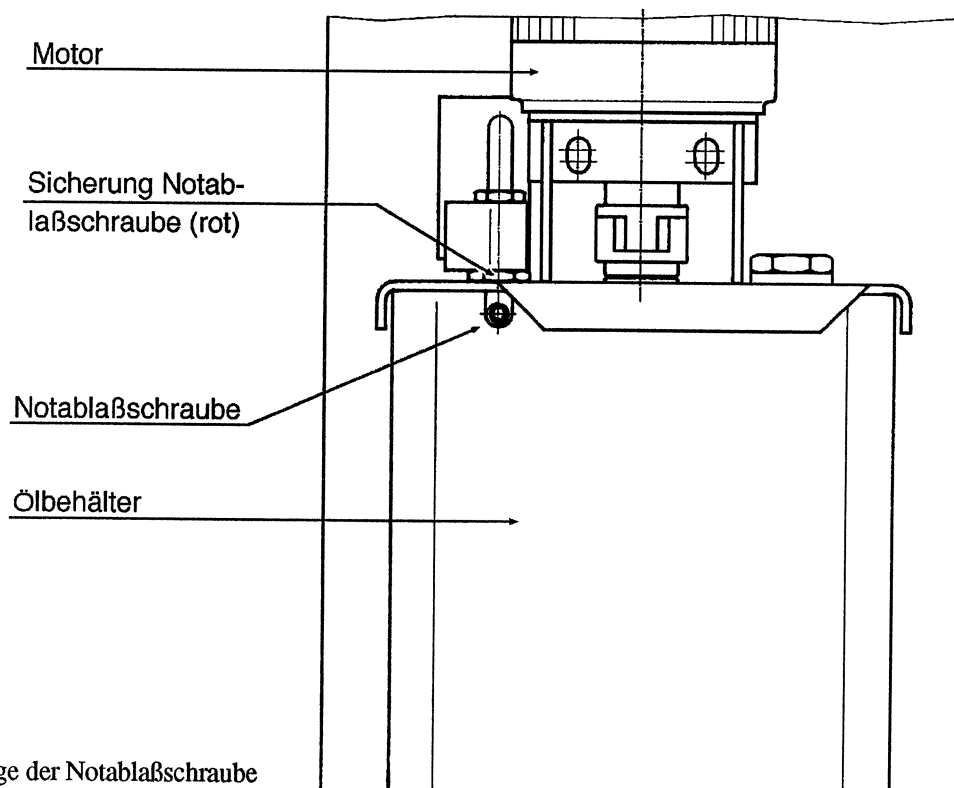

Bild 3: Lage der Notablaßschraube
- Sicherungsschraube der Notablaßschraube (rot gekennzeichnet) mit einem Innensechskantschlüssel lockern (siehe Bild 3).